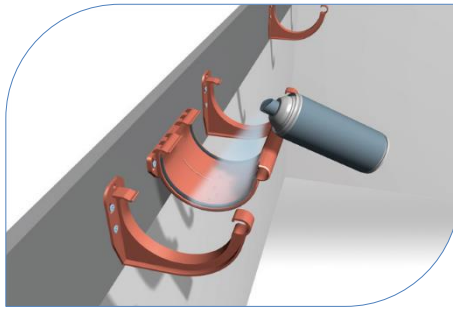

Рис. 5
- 1.9 Перед встановленням обладнання Galeco PVC слід змастити ущільнювачі силіконовим спреєм для забезпечення кращого руху ринви під час зміни температури (рис. 5)